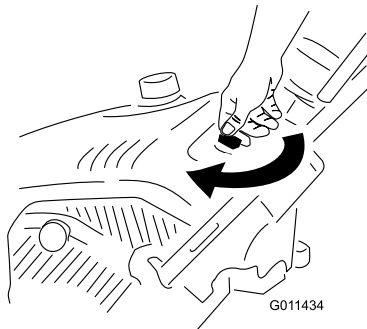

Figura 13
1. Girate la chiave di accensione in senso orario, in posizione On (Figura 13).